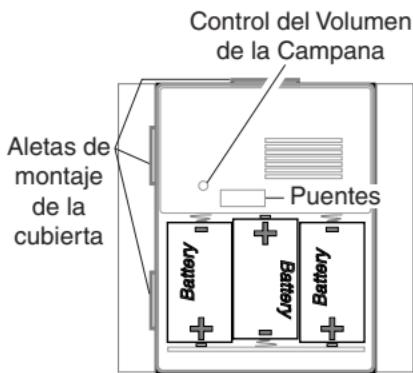

Figura 2
2. **Coloque las 3 pilas alcalinas "D".** Asegúrese de que estén correctamente colocadas (vea la Figura 2).
5. Cambie las baterías (pilas) (vea la Figura 2). Coloque la tapa de la campana sobre la base.